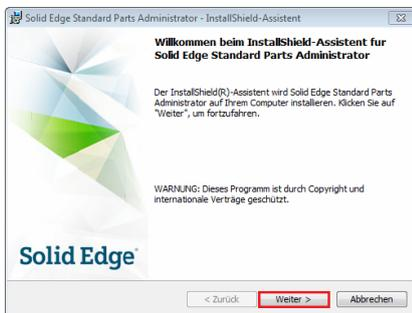
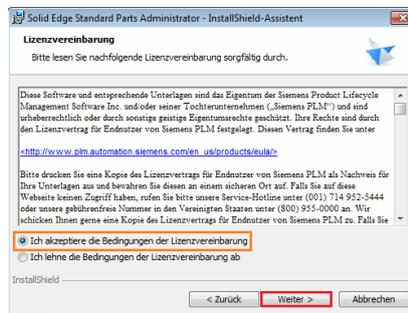
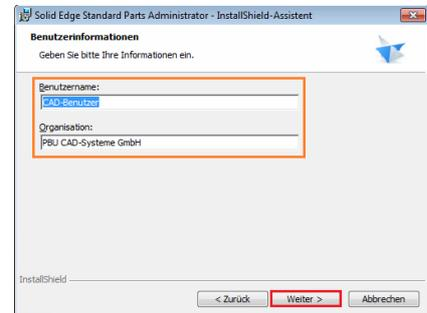

Abbildung 10
Abbildung 11
Abbildung 12
- 3.2. Fahren Sie mit der Installation fort (*Abb. 10*), akzeptieren Sie die Lizenzbedingungen (*Abb. 11*) und geben Sie Benutzernamen und Firmennamen – optional – ein (*Abb. 12*).